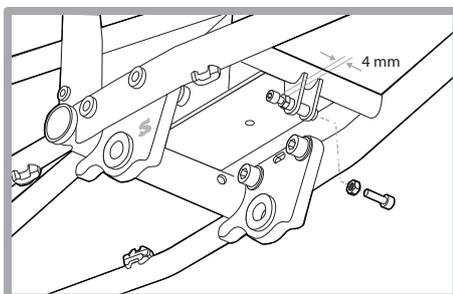

Figure 5
5. Montez les ancrages du ressort sur le cadre du vélo à l'aide de la vis M5x0,8-16L et de l'écrou M5. Placez chaque tête de vis à environ 4 mm de l'écrou. Maintenez la vis en place (à l'aide d'une clé hexagonale de 4 mm) et serrez l'écrou du cadre à 4 Nm (à l'aide d'une clé de 8 mm) (figure 5).